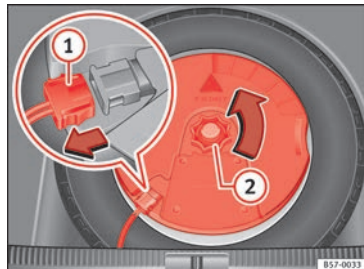

Fig. 256 Dans le coffre à bagages : démonter le subwoofer.
- Déconnectez le câble du haut-parleur *subwoofer* » **fig. 256 ①**.
- Dévissez la molette de fixation en la tournant dans le sens inverse des aiguilles d'une montre **②**.